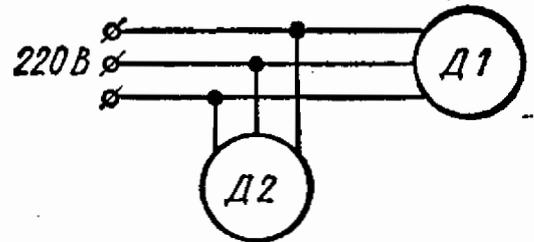

Рис. 6.20
6.20. Найти общий ток, мощность и коэффициент мощности установки из двух двигателей (рис. 6.20), у которых $P_1 = 4,5$ кВт, $U_1 = 220$ В, $\cos \varphi_1 = 0,84$, $\eta_1 = 82\%$, $P_2 = 10$ кВт, $U_2 = 220$ В, $\cos \varphi_2 = 0,88$, $\eta_2 = 85\%$.